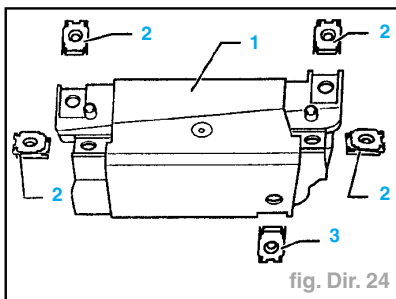

fig. Dir. 24
- Poser les fixe-rapide (2) et (3) sur l'insert (1) (fig. Dir 24).